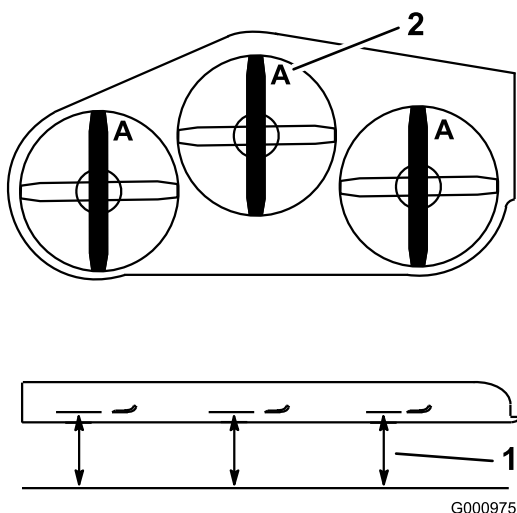

Figura 104
3. Rode as lâminas até as suas extremidades se encontrarem viradas para a frente e para trás (Figura 104).
4. Meça desde uma superfície nivelada até à extremidade de corte, posição **A**, das lâminas (Figura 104).